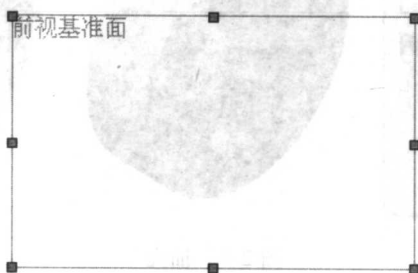

图 2-4 前视基准面
**STEP 2** 选取前视基准面为绘图基准平面, 如图 2-4 所示, 进入草图环境。